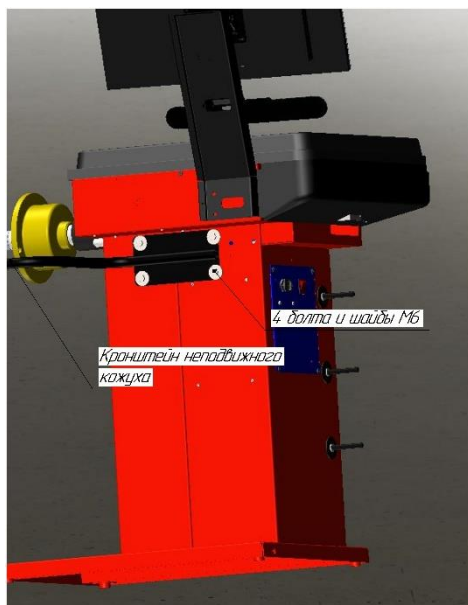

Рис. 3. Установка кронштейна неподвижного локера
8. Прикрепить кронштейн неподвижного локера четырьмя болтами М6 (рис. 3) к задней стенке корпуса.